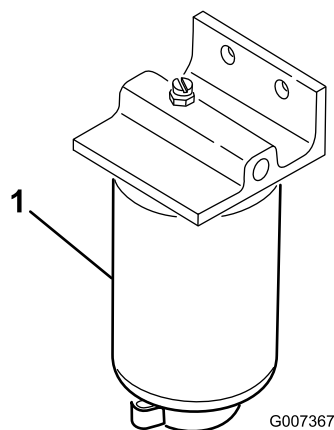

Figura 40
2. Limpe a zona de montagem do recipiente do filtro (Figura 40).
4. Abra o tampão de drenagem e válvula de respiro (Figura 40).